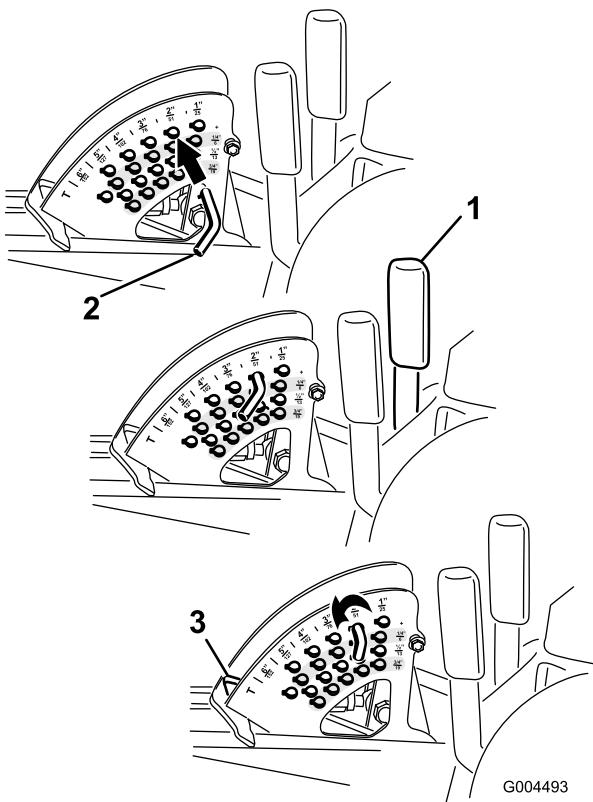

Figura 22
Nota: Para bloquear la carcasa del cortacésped en posición elevada, eleve la carcasa más allá de la posición de 15 cm (6 pulg.), retire el pasador de tope de altura de corte (consulte Ajuste de la altura de corte), y ponga el pasador en la posición de altura de corte de 15 cm (6 pulg.) (Figura 22).
1. Con el motor en marcha, tire hacia atrás de la palanca de elevación de la carcasa hasta que la carcasa del cortacésped esté elevada del todo y **suelte la palanca inmediatamente** (Figura 22).
2. Para ajustar, gire el pasador de tope hasta que el pasador cilíndrico que contiene se alinee con las ranuras de los taladros del soporte de altura de corte, y retire el pasador (Figura 22).
3. Seleccione un taladro del soporte de altura de corte que corresponda a la altura de corte deseada, inserte el pasador y gírelo para bloquearlo en esa posición (Figura 22).
Nota: Hay cuatro filas de taladros (Figura 22). La fila superior corresponde a la altura de corte impresa encima del pasador. La segunda fila corresponde a la altura impresa más 6 mm. La tercera fila corresponde a la altura impresa más 12 mm. La fila inferior corresponde a la altura impresa más 18 mm. Para la posición de 15,8 cm (6 pulg.) hay un solo taladro, situado en la segunda fila. Esta posición no añade 6 mm (1/4 plug.) a la altura de 15,8 cm (6 pulg.).